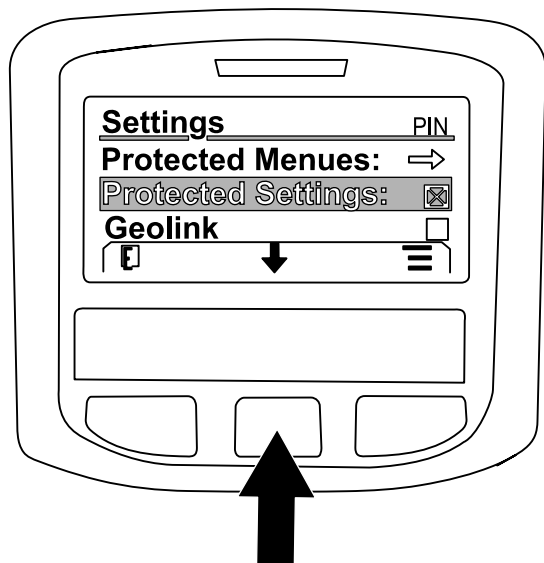

Figura 229
7. Pulse el botón central para desplazarse a la opción GEOLINK, y pulse el botón derecho para seleccionar la opción (Figura 229).